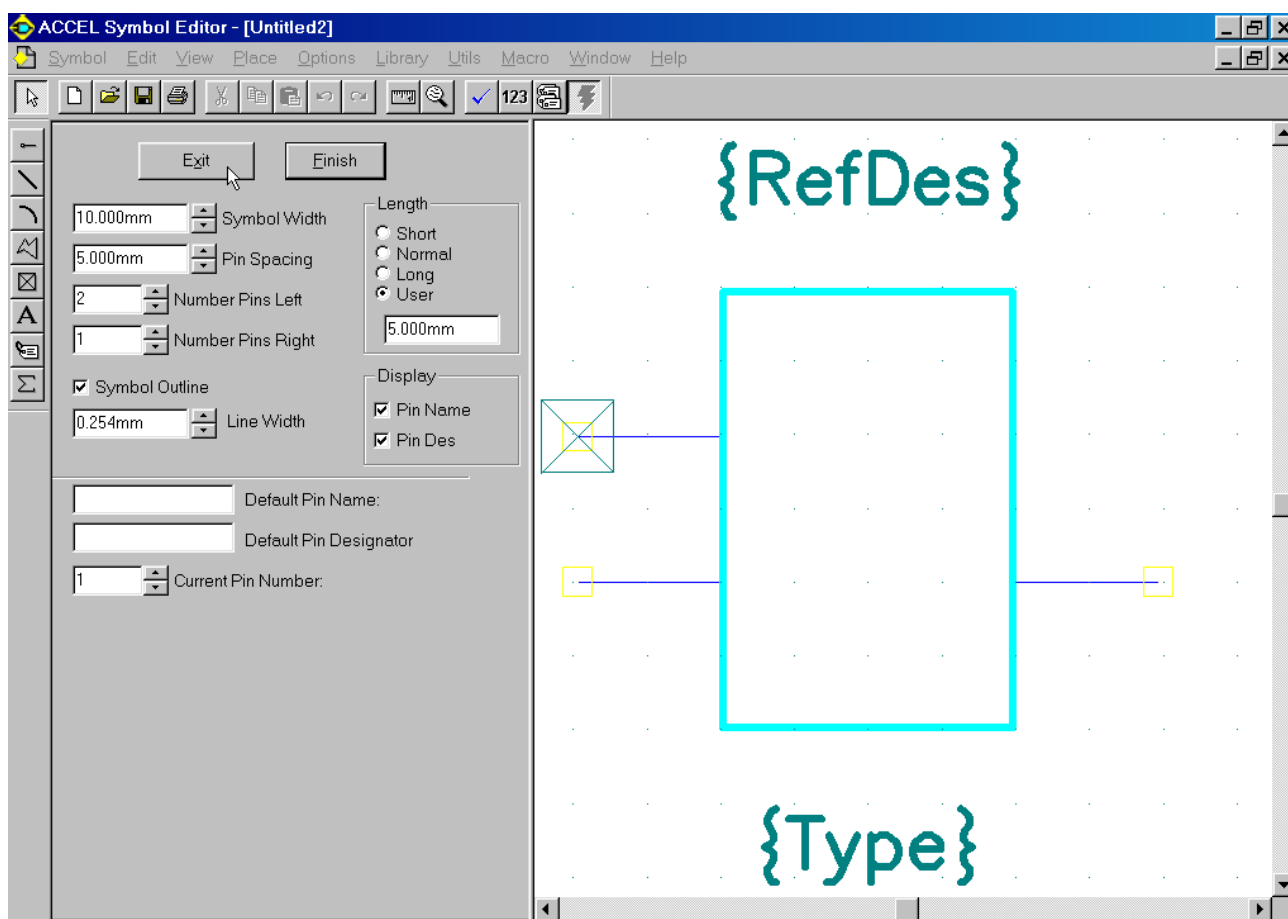

Рис. 8-13. Редактор символов после запуска
1) В меню программы **Library Executive** активизируйте команду **Symbol/New** (символ/новый). Появится окно редактора символов. При создании нового символа программа автоматически запускает Мастера создания символов(Wizard), поэтому окно редактора выглядит примерно так, как показано на рис. 8-13.
1) Запустите мастера командой **Symbol/ Symbol Wizard**. Появится окно, похожее на изображенное на рис. 8-13.